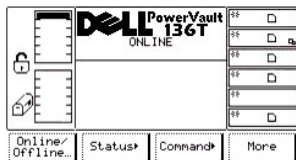

Abbildung 15. Hauptmenü (Eröffnungsbildschirm)
Die Firmware initiiert die folgenden Verfahren: SELF-TEST, TEACH (Autokonfiguration) und INVENTORY. Nachdem alle Firmware-Verfahren beendet wurden, zeigt die LCD-Anzeige auf dem Bedienfeld das Hauptmenü (Eröffnungsbildschirm) an. Das Hauptmenü wird in Abbildung 15 dargestellt.
Schritt 1 Wenn die Dell PowerVault 136T LTO-Bibliothek online ist (siehe Abbildung 15), drücken Sie die Taste unter dem Softkey "Online/Offline".